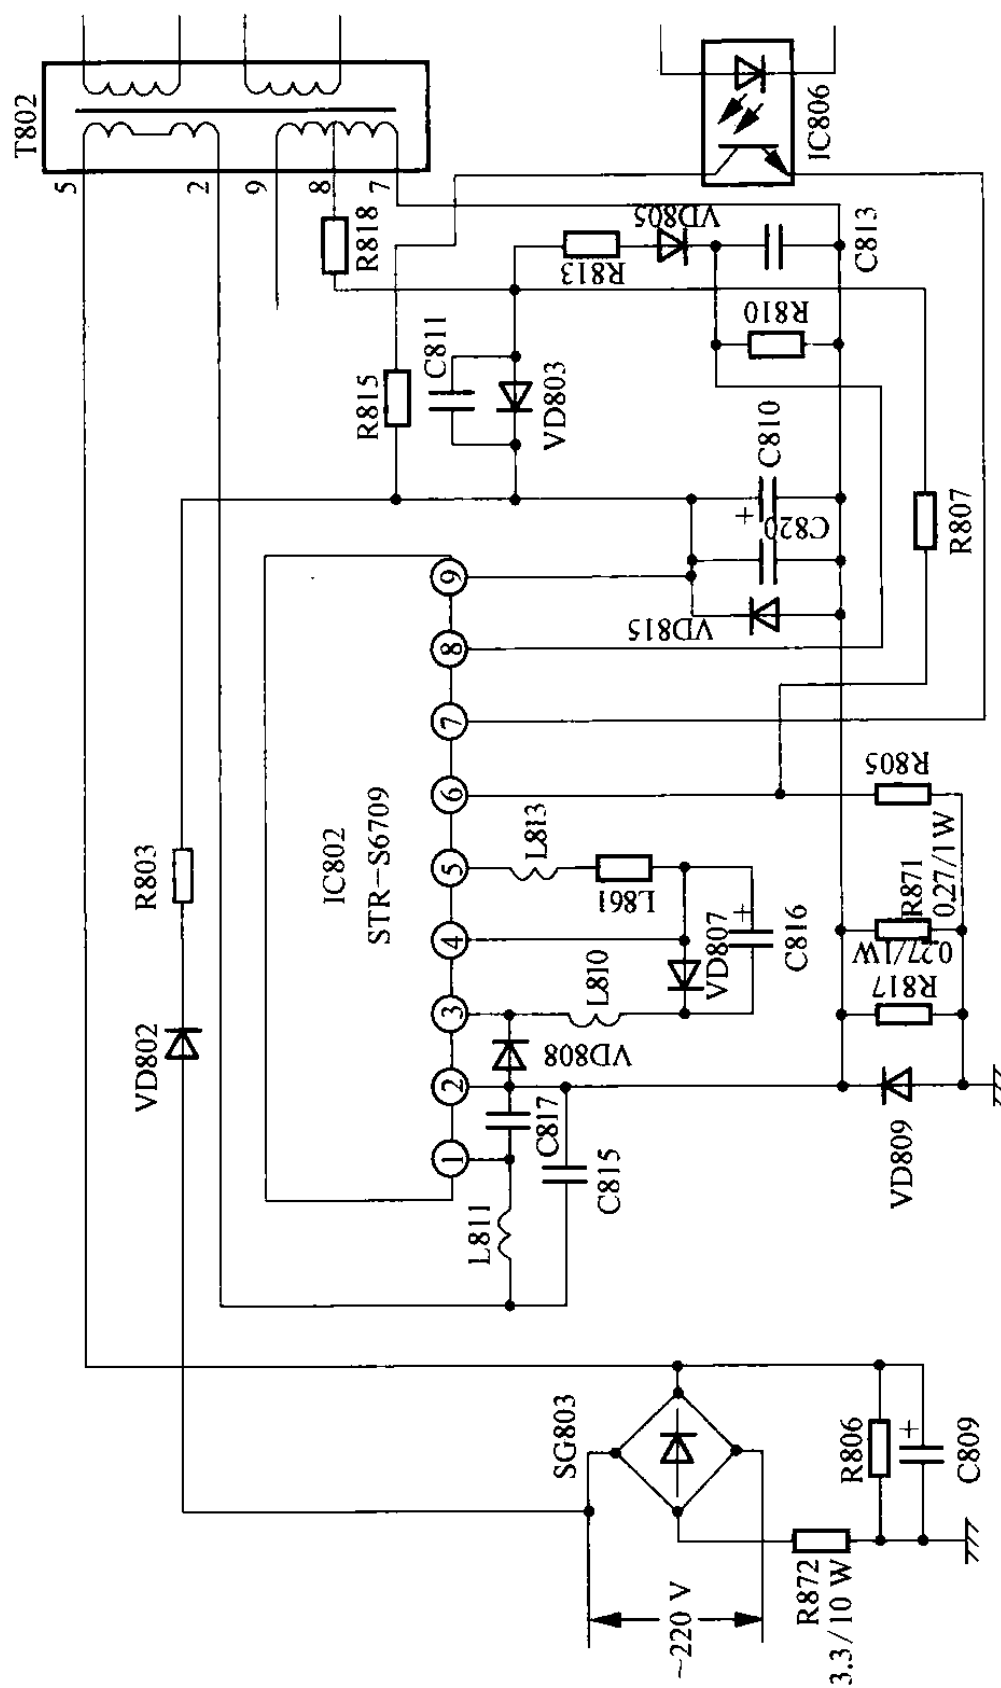

图 5-11 主电源电路
(1) 开关振荡电路的结构原理与工作过程
如图 5-11 所示,220 V 交流市电经 SG803 桥式整流和 C809 滤波后,产生+300 V 的直流电压,该电压经开关变压器初级②~⑤绕组加在 IC802(STR-S6709)的①脚,即加在内部开关调整管的漏极。另一方面,220 V 交流市电经 VD802 半波整流后,再经 R803 对 C810 和 C820 充电,从而使 IC802 的⑨脚电压逐步上升。当⑨脚电压上升至 8 V 时,内部振荡电路开始工作,并产生振荡脉冲。振荡脉冲经内部电路处理后从⑤脚输出送至③脚,从而使内部开关调整管进入开关工作状态。由此可见,IC802 工作的必要条件是:①脚要有+300 V 的电压输入,⑨脚要有 8 V 的启动电压输入。因此,常将 VD802、R803、C810、C820 等元器件组成的电路称为启动电路。